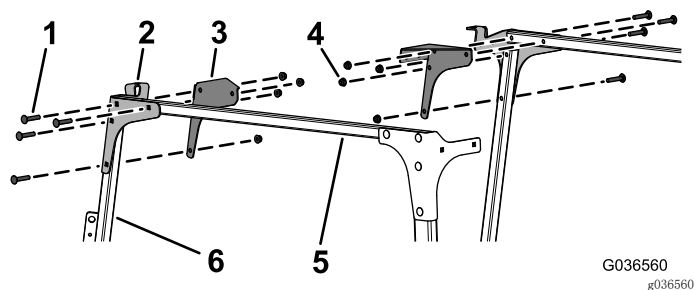

图9
8. 如图9所示，用 8 个托架螺栓（5/16 x 1 1/4 英寸）和 8 个凸缘螺母（5/16 英寸）将左、右前安装板和角撑板松松地安装到交联管和左、右风挡支撑上。